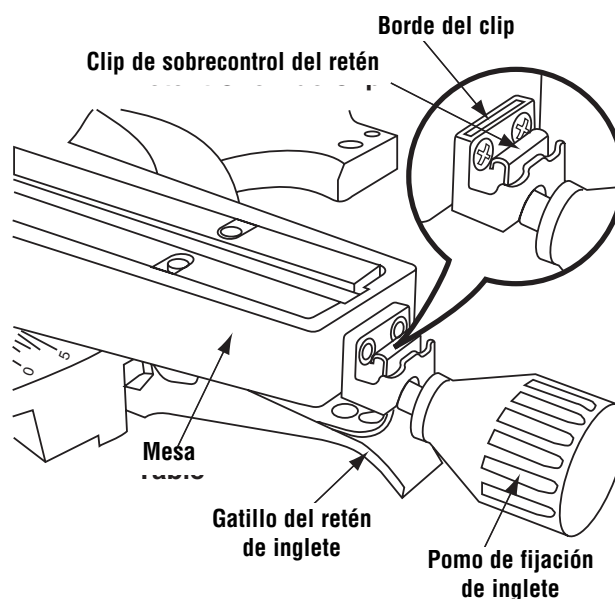

Figura 25. Sobrecontrol del retén
2. Empuje el clip de sobrecontrol del retén hacia adelante y acóplelo en su sitio sobre el borde. Suelte el gatillo del retén de inglete (Figura 25).